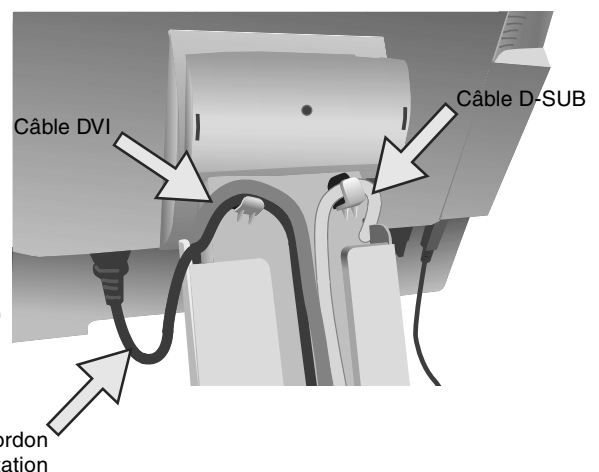

Figure C.2
5. Placez le cordon d'alimentation dans les crochets spécifiques comme indiqué à la **Figure C.2**.
6. Placez le câble de signal D-sub dans les crochets spécifiques illustrés à la **Figure C.2**.
7. Placez le câble DVI dans les crochets spécifiques comme indiqué à la **Figure C.2**.